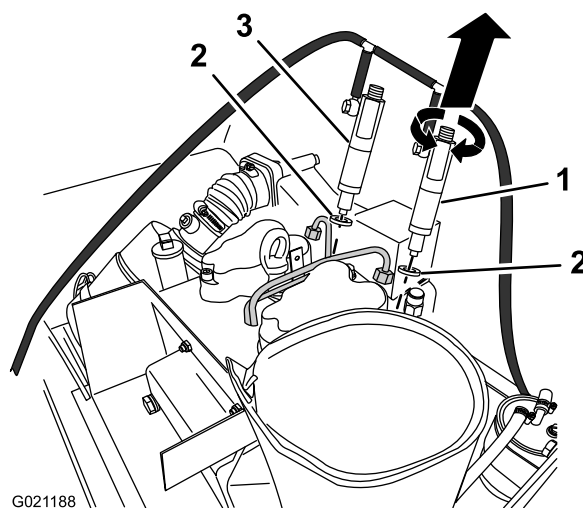

Figure 50
9. Tournez et tirez l'**injecteur arrière** pour le retirer de la culasse (Figure 50).
10. Tournez et tirez l'**injecteur avant** pour le retirer de la culasse (Figure 50).